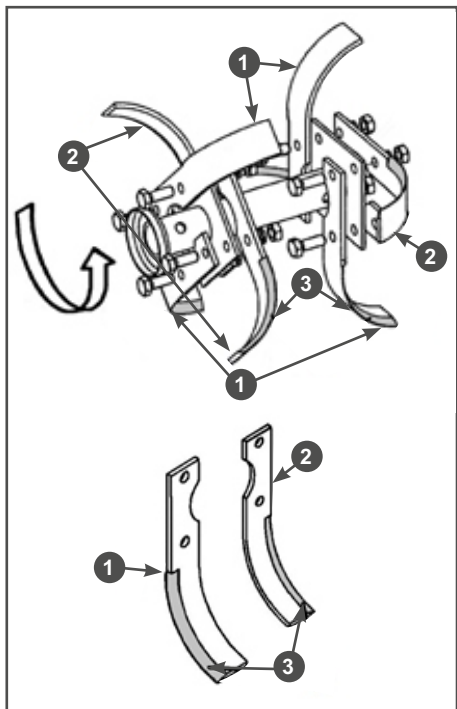

Рис. 7 Сборка правой фрезы
1. Установите ножи фрез на квадратные фланцы осей фрез. Для примера на Рис.7 показана сборка правой фрезы. В первую очередь на фланец устанавливаются правые ножи 1 (имеющие изгиб в сторону от коробки передач-вправо), затем устанавливаются левые ножи 2 (имеющие изгиб к коробке передач-влево)(Рис.7).
2. Закрепите ножи на фланце оси с помощью болтов и шайб с гайками (Рис. 7).
Ножи должны быть установлены так, чтобы лезвия 3 ножей врезались в землю при движении мотокультиватора вперед (Рис. 7).